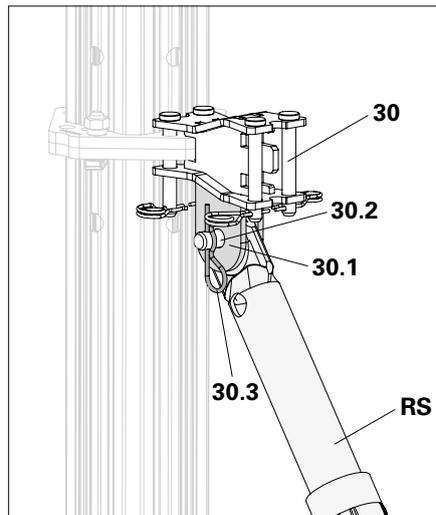

Fig. A8.01
- Connecter l'étais tirant-poussant (RS) et les cosses de connexion (**30.1**) avec des boulons (**30.2**) et des goupilles de sécurité (**30.3**). (Fig. A8.01)